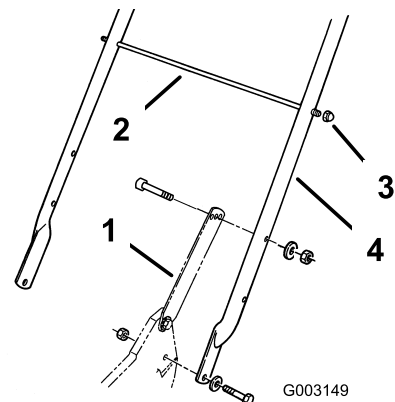

Figura 3
pernos (5/16 x 1-1/4 pulgadas), arandelas y contratuercas finas (5/16 pulgada) (Figura 3).
2. Fije los cierres del manillar al manillar con dos pernos (5/16 x 1-1/2 pulgadas), arandelas, y contratuercas (5/16 pulgada) (Figura 3).
- Deslice la varilla de soporte de la bolsa por el segundo (desde arriba) taladro de montaje de cada lado del manillar y fije cada extremo con una contratuerca de caperuza (Figura 3).